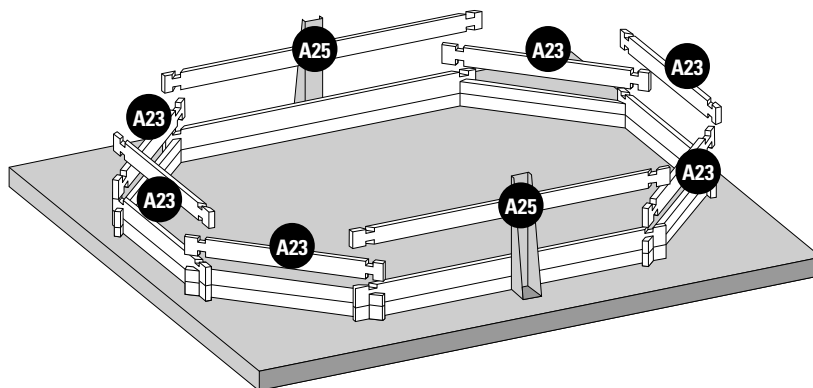

Fig. 4 / Abb. 4 / Afb. 4
3rd LAYER OF BOARDS: Install the third layer of boards as shown in figure 4. The position of the refilling fitting with the key and the skimmer should be defined at the start of the assembly (read the specific paragraphs).
3ÈME RANGÉE MADRIERS : Positionnez les madriers de la 3ème rangée conformément à la figure 4. Vous devez avoir déterminé l'emplacement de la buse de refoulement et du skimmer dès le début du montage (voir paragraphes spécifiques).
3. BRETTERREIHE: Platzieren Sie die Bretter der dritten Reihe laut Abb. 4. Zu Beginn der Montage müssen Sie die Lage des Druckventils und des Skimmers festlegen (lesen Sie hierzu die entsprechenden Abschnitte).
3ª RIJ PLANKEN: Plaats de planken van de derde rij zoals te zien is op afbeelding 4. U moet al bij aanvang van de montage bepalen op welke plaats het uitstroommondstuk en de skimmer moet komen (less de betreffende paragrafen).